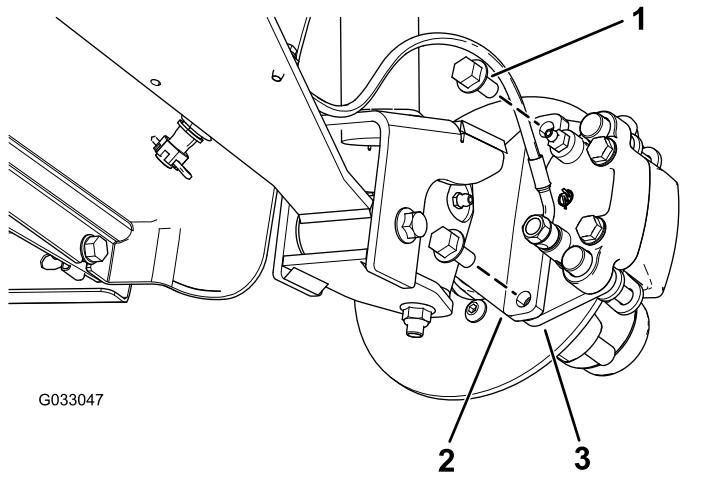
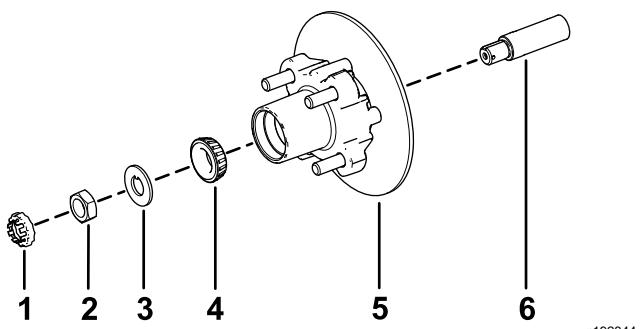

Figure 30
Figure 34
3. Retirez les boulons à embase ($\frac{3}{8} \times \frac{3}{4}$ po) qui fixent le support du frein à la fusée et séparez le frein de la fusée (Figure 30).
1. Appliquez une fine couche de la graisse spécifiée sur la fusée (Figure 34).
2. Montez le moyeu et le disque sur la fusée, en plaçant le disque à l'intérieur (Figure 34).
3. Montez le roulement extérieur sur la fusée et poussez-le contre la bague extérieure (Figure 34).
4. Placez la rondelle à languette sur la fusée (Figure 34).
5. Vissez l'écrou de fusée sur la fusée et serrez-le à 15 N·m (11 pi-lb) tout en tournant le moyeu pour asseoir le roulement (Figure 34).
2. Placez les plaquettes de frein de chaque côté du disque (Figure 30), puis alignez les trous du support d'étrier et les trous du support de frein sur le porte-fusée (Figure 34).
3. Fixez le support d'étrier au porte-fusée (Figure 30) à l'aide des 2 boulons à embase ($\frac{3}{8} \times \frac{3}{4}$ po).